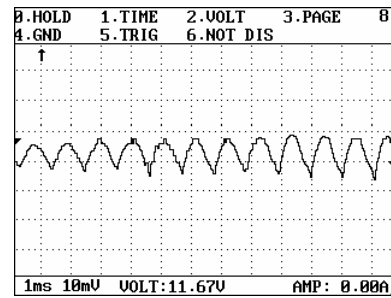

Abb. 6-02
- Klicken Sie auf die Taste [5] um Punkt [5. Charging system analysis] auszuwählen, der Bildschirm wird dann das Funktionsmenü der Startsystem-Diagnose wie in Abb. 6-02 anzeigen.
Das Signal in der Mitte des Bildschirms (siehe Abb. 6-02) ist die Welle der Wechselstromspannung während des Entladevorgangs der Batterie. Falls die Ladespannung zu niedrig ist, wird dies in einer nicht ausreichenden Batteriekapazität resultieren, woraus wiederum ein schlechter Start des Motors oder abnorme Reaktionen verschiedener elektronischer Einrichtungen im Fahrzeug hervorgerufen werden können. Falls die Ladespannung zu hoch ist, wird dies in einem zu hohen Wert der Batterieakkumulatorsäure resultieren, woraus wiederum ein schnellerer Abfall der Spannung, ein kürzeres Leben der Batterie, und eine große Anfälligkeit der elektronischen Apparate hervorgerufen werden können.